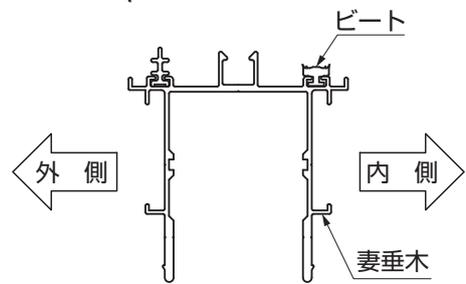
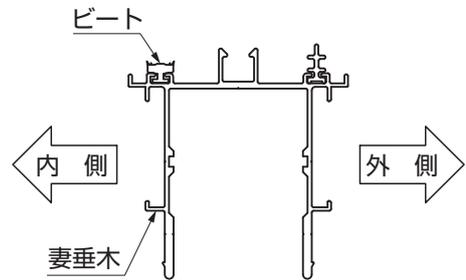

図10-3 A部詳細図
図10-4 B部詳細図
- 妻垂木には取付ける向きがあります。図10-3、図10-4を参照して取付けてください。